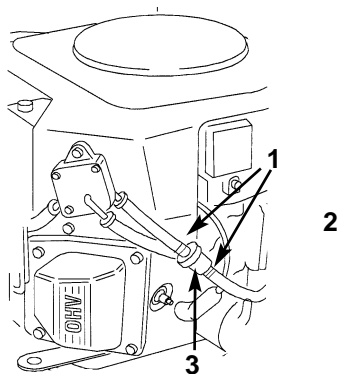

Fig. 29
4. Stringete insieme le estremità delle fascette per tubi e fatela scorrere lontano dal filtro (Fig. 29).